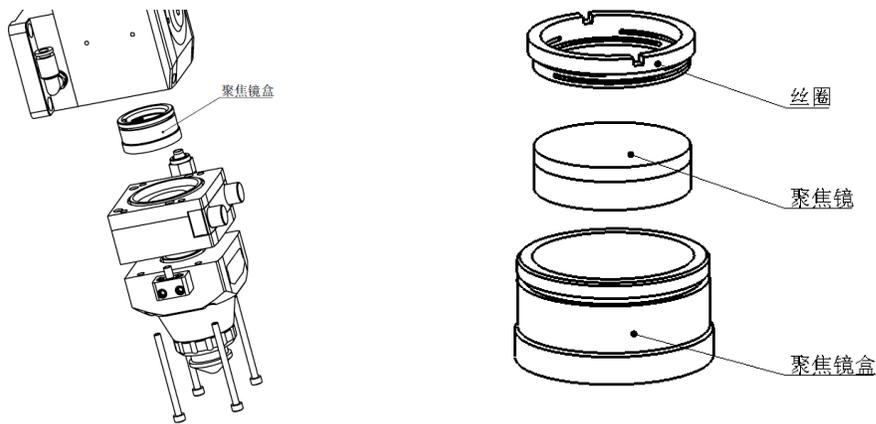

图 14 A200MS 激光头聚焦镜盒示意图
- (1) 拆下激光头，移至洁净场所，清理干净激光头表面所有灰尘；
- (2) 用4mm的内六角扳手拧开准直组件的锁紧螺钉（如图14所示），与准直组件连接的部分用美纹纸封好，防止灰尘调入；
- (3) 用拆镜工具拧出聚焦镜盒，用拆镜工具取下弹簧压圈和聚焦镜；
- (4) 清洁或更换聚焦镜片；